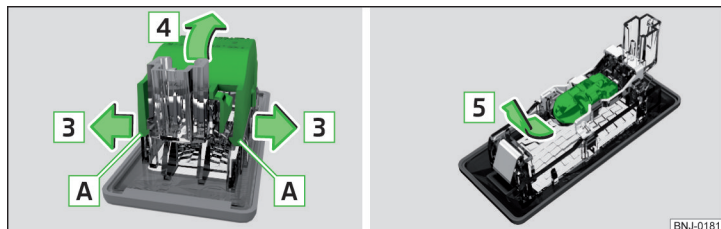

Fig. 217 Demontarea capacului de protecție / înlocuirea becului
- Desfaceți capacul de protecție lămpii în zona **A**, precum și în sensul săgeții **3** » fig. 217.